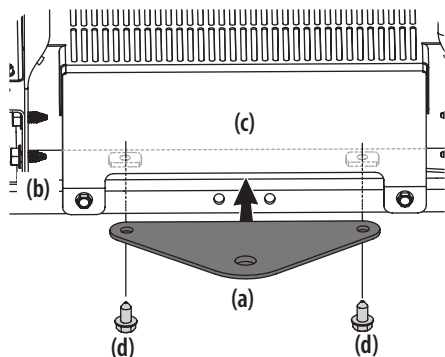

Figura 14
1. Deslice la placa de enganche (a) entre el marco (b) y la cubierta trasera (c) de su jinete. Vea Figura 14.
2. Cuando los orificios de la placa de enganche (a) y del bastidor (b) estén alineados, instale los dos tornillos hexagonales (d) a través del bastidor (b) y en la placa de enganche (a). Vea Figura 14.